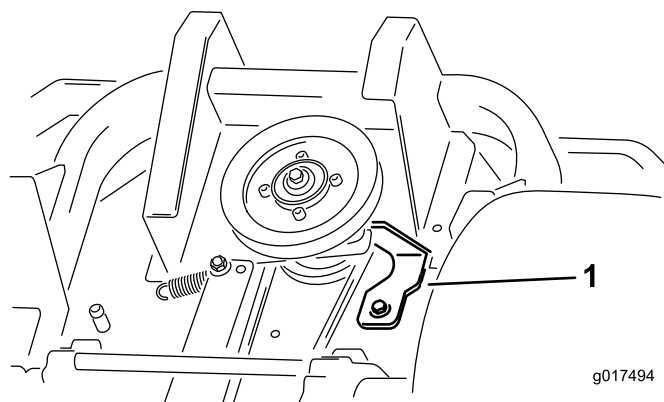

Figure 60
5. Déposez la butée d'embrayage, comme illustré à la Figure 60.
9. Reposez la butée d'embrayage, comme illustré à la Figure 60.